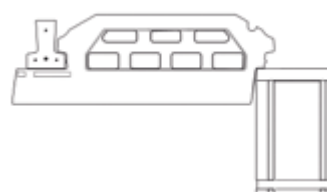

Figure 1
- Poser l'entrevous polystyrène sur la première poutrelle (Figure 1)